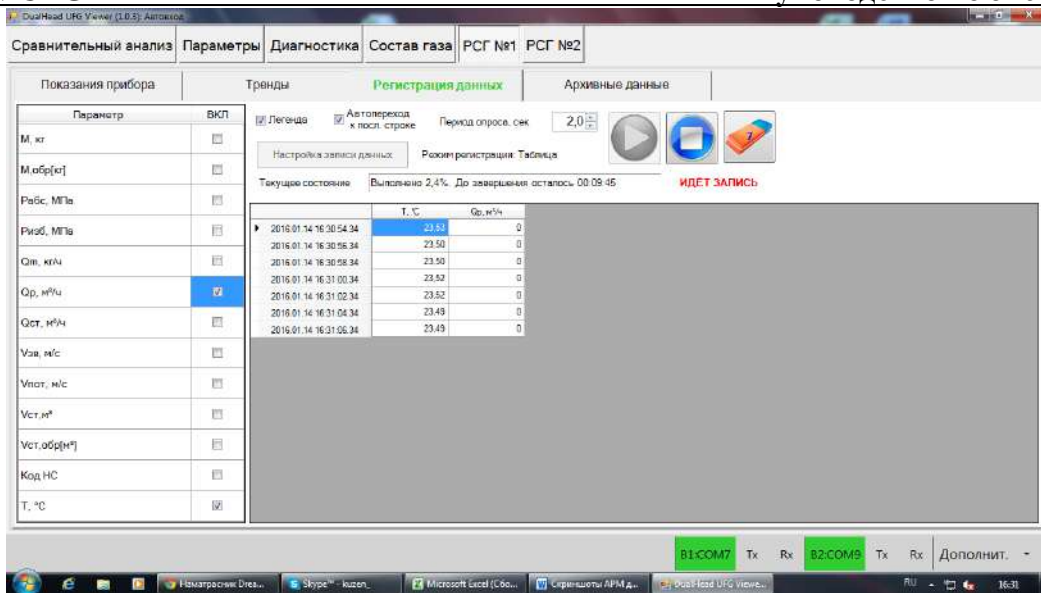

Рисунок 2.9
- регистрация данных (рисунок 2.9);